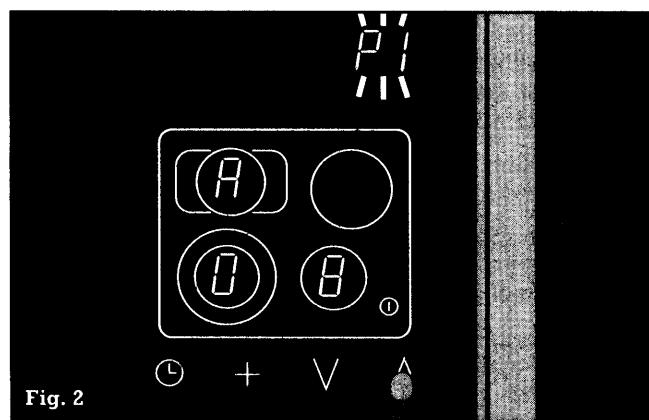

Fig. 2
- Nu kan De vælge en opkogningsstid på mellem 1 og 15 minutter ved at berøre symbolerne V eller A. I kogezone-displayet vises den indstillede tid (R 01 til R 15) og P 1 blinker (opfordring til at gemme) (fig. 2).